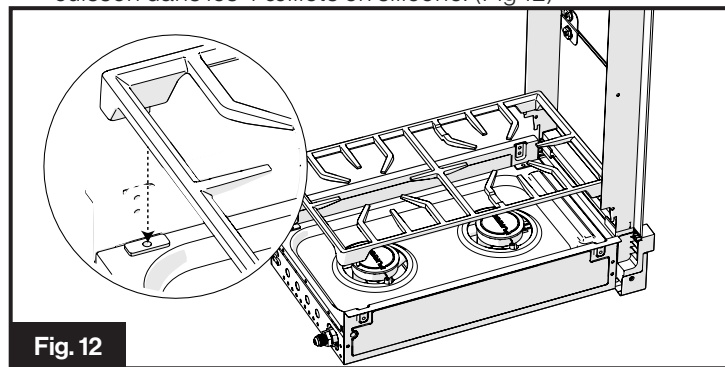

Fig. 12
- Ouvrez le couvercle en verre à deux volets, placez la grille de cuisson dans les 4 œillets en silicone. (Fig 12)